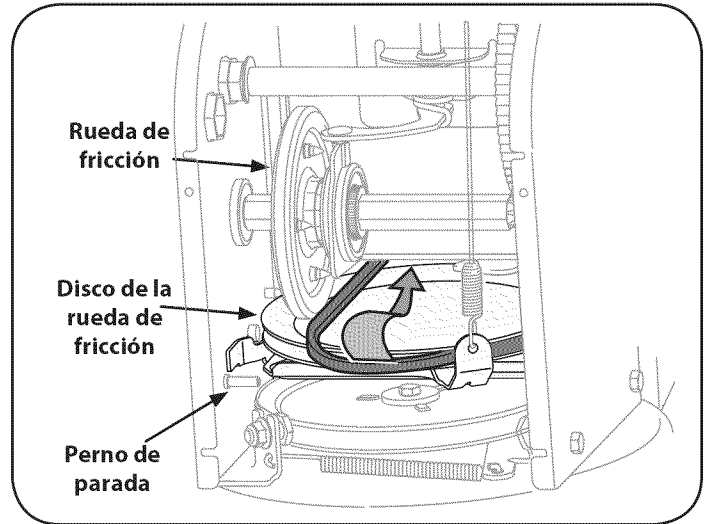

Figura 27
6. Detrás la parada se escapa para aumentar la autorización entre el disco de rueda de fricción y rueda de fricción. Vea la figura 27.
7. Deslice la correa de la transmisión fuera de la polea y de entre la rueda de fricción y el disco de la rueda de fricción. Vea la figura 27.